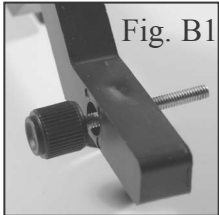
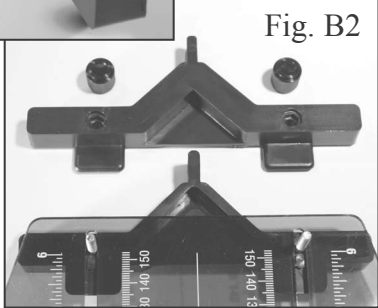

Fig. B1
Fig. B2
►Insert back vertical fence knob #3 Fig. A into provided holes in fence part #2 Fig. A as shown in Figure B1. Place fence on back side of template #15 Fig. A as shown in Figure B2, so machine screws protrude through the template. Place fence #1 Fig. A over protruding machine screws and attach with knob #4 Fig. A.
Inserte la perilla vertical trasera de la guarda #3. Fig. A, en los orificios que se encuentran en la parte #2 de la Fig. A, como se muestra en la Fig. B1. Coloque la guarda en la parte posterior de la plantilla #15, Fig. A, como se muestra en la Fig. B2, de manera que los tornillos de la máquina sobresalgan a través de la plantilla.
Insérer la poignée #3 du guide vertical Fig. A dans les trous du guide, pièce #2 Fig. A tel que démontré à la Figure B1. Installer le guide à l’arrière du gabarit #15 Fig. A, tel que démontré à la Figure B2, donc les vis avancent par le gabarit. Installer le guide #1 Fig. A sur le dessus de la machine qui fait avancer les vis et serrer avec la poignée #4 Fig. A.
Stecken Sie die Rückseite der kurzen Drehschraube für den Tiefenanschlag (Bild A #3) von unten in das dafür vorgesehene Loch im ersten halben Tiefenanschlag (Bild A #2), wie gezeigt in Bild B1. Legen Sie den Tiefenanschlag an die Unterseite der Schablone, siehe Bild B2, sodass die Schrauben durch die Schablone herausragen. Legen Sie den zweiten halben Tiefenanschlag (Bild A #1) über die Schrauben und befestigen die Tiefenanschläge aneinander durch festdrehen der Vorderseite der kurzen Drehschraube für den Tiefenanschlag (Bild A #4).